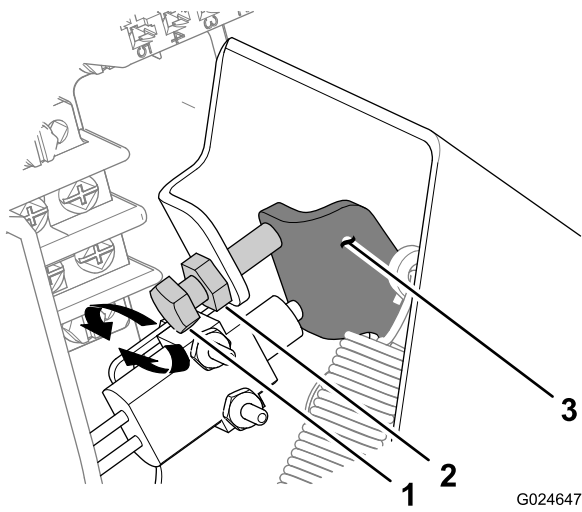

Bild 44
- Lösen Sie die Klemmmutter, mit der der Gaspedalanschlag befestigt ist (Bild 44).
- Zum Erhöhen des Pedalspiels nach rechts (Bild 44).
- Zum Verringern des Pedalspiels nach links (Bild 44).
- C. Ziehen Sie die Klemmmutter an (Bild 44).
D. Wiederholen Sie die Schritte 1 bis 4, um das Pedalspiel zu messen (Bild 44).